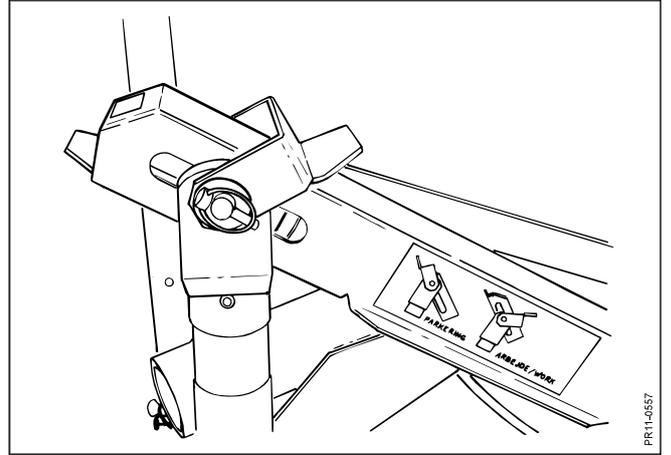

Fig. 2-5
- Fig. 2-5:** Der Bodenanschlag auf die Unterlenker muß reguliert werden, so daß es 2 cm Langloch über dem Zapfen in der Entlastungseinheit gibt.